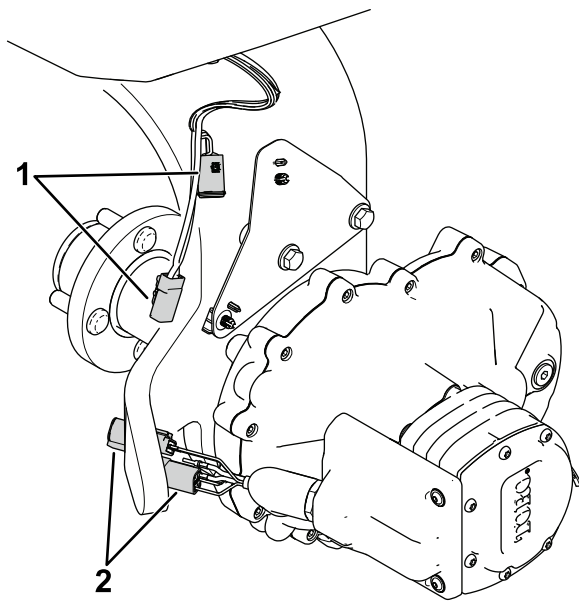

Figura 1
1. Scollegate i connettori del cablaggio preassemblato della macchina dai connettori del motore (Figura 1).